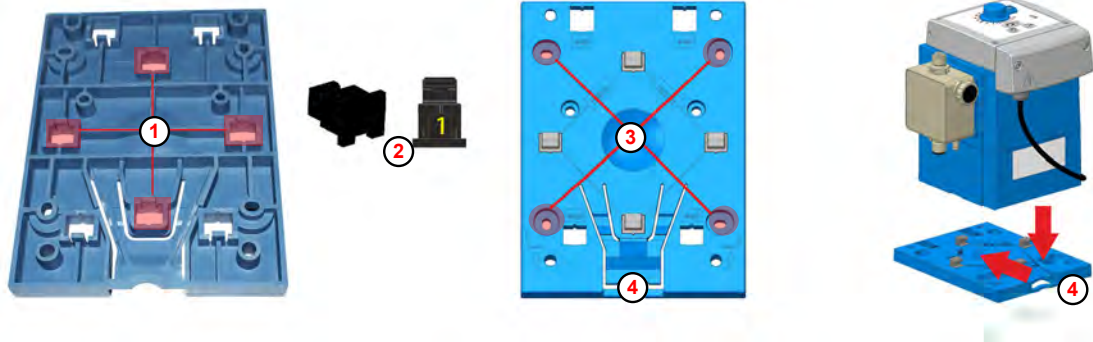

Fig. 4: Preparaciones para el montaje en mesa
- ① Abertura
- ② Elemento de sujeción
- ③ Punto de perforación
- ④ Pestaña de sujeción
*En la parte inferior de la placa de montaje, las aberturas para el montaje en mesa ( Fig. 4 , ① ) están marcadas con el número 1.*
*Para el montaje en mesa se emplean únicamente los elementos de sujeción ② con el índice 1.*
2. ➤ Deslizar los elementos de sujeción ② desde la parte trasera hacia las cuatro aberturas, designadas con el número 1 ① y permitir que se acoplen.
4. ➤ Utilizar la placa de montaje de plantilla y marcar con un lápiz afilado los puntos de perforación ③ deseados.